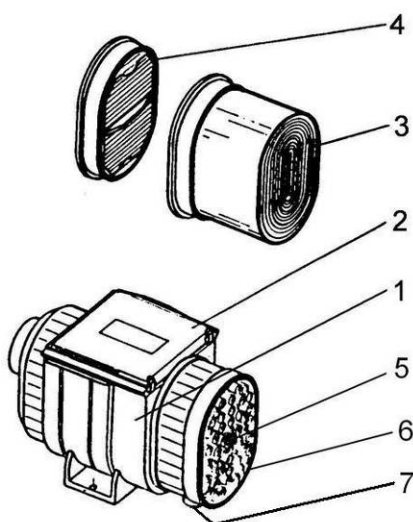

Рис. 5.11. Фильтр воздушный
Погрузчик оснащен фильтром очистки воздуха сухого типа со сменными, фильтрующими элементами (Рис. 5.11). Воздушный фильтр имеет два сменных, фильтрующих элемента: главной и точной очистки воздуха. Имеет также блок циклона составляющий вступительный фильтр. Главной и точной элемент чистке не подлежит и после загрязнения он должен быть заменен на новый. Блок циклона может быть подвергнут очистке несколько раз, после чего наступает необходимость его замены на новый.
3. Вынуть главный, фильтрующий элемент (3, Рис. 5.11) фильтра.
4. Тщательно очистить от загрязнений внутренность корпуса (1, Рис. 5.11) при помощи влажной ветоши. Небольшое количество не пенящегося, моющего средства, добавленного в воду, облегчит удаление копоти.
2. Точный фильтр расположенный в обшивке фильтра на стенке с выходным отверстием. Вынуть точный, фильтрующий элемент (4, Рис. 5.11) воздушного фильтра, вытаскивая за интегрируемую с вкладом рукоятку.
3. Удалить загрязнения изнутри корпуса (1) фильтра с помощью влажной ветоши. Для облегчения удаления сажи рекомендуется добавить в воду небольшое количество не пенящегося, моющего средства.
4. Вставить новый, главный фильтрующий элемент (3), точный фильтрующий элемент (4) и смонтировать крышку в вышеуказанном порядке.
СИСТЕМА ВПУСКА И ОЧИСТКИ ВОЗДУХА**5.6.5. ПАТРУБОК ПЫЛЕОТВОДЯЩИЙ (7, Рис. 5.11)**